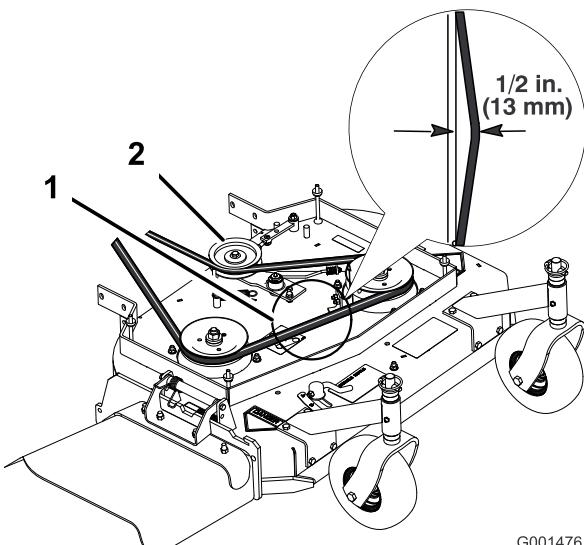
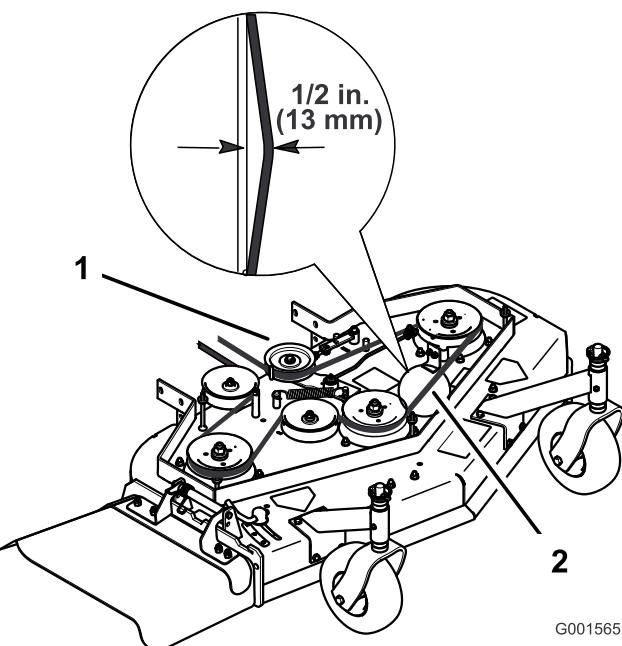

Figure 37
Figure 38
**Remarque:** La tension correcte de la courroie du tablier de coupe est de 44-67 N (10-15 lb-pi) avec une flèche de 13 mm (1/2") à mi-chemin entre les poulies (Figure 37 ou Figure 38).
3. Desserrez le contre-écrou sur le tendeur (Figure 37).
4. Tournez le tendeur vers l'arrière du tablier de coupe pour augmenter la tension sur la courroie. Tournez le tendeur vers l'avant du tablier de coupe pour réduire la tension sur la courroie (Figure 37).
**Remarque:** La tension correcte de la courroie du tablier de coupe est de 44-67 N (10-15 lb-pi) avec une flèche de 13 mm (1/2") à mi-chemin entre les poulies (Figure 37).
**Remarque:** La tension correcte de la courroie du tablier de coupe est de 44-67 N (10-15 lb) avec une flèche de 13 mm (1/2") à mi-chemin entre les poulies (Figure 38).